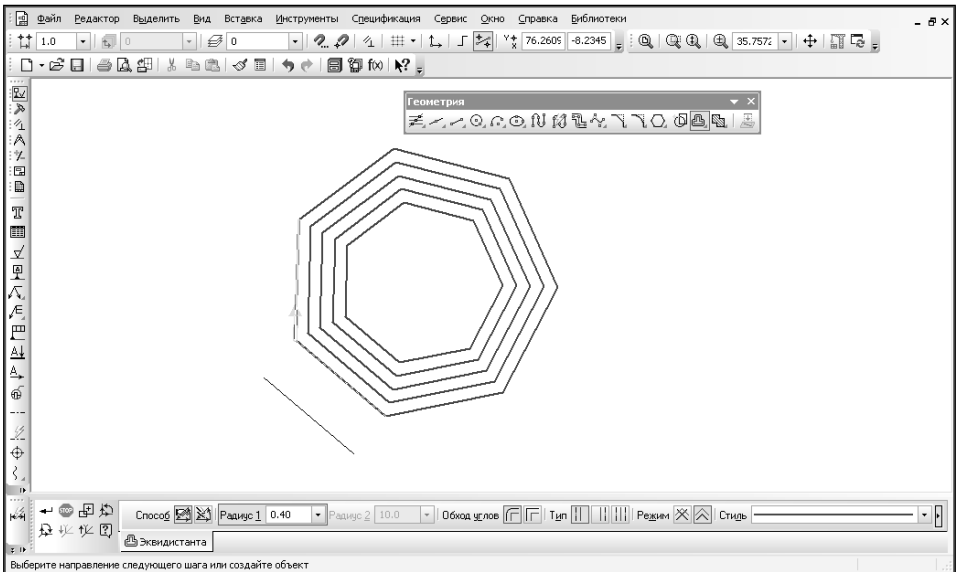

Рис. 10.80. Команда «Эквидистанта по стрелке»
- Кнопка **Эквидистанта по стрелке**  предназначена для создания равноудаленного смещения (офсета) контура объекта с помощью инструментов расширенного выбора контура объекта (рис. 10.80). Для отделения и разбиения эквидистанты на отдельные элементы необходимо воспользоваться командой меню **Редактор → Разрушить**. После этого образовавшиеся отдельные элементы можно перемещать или удалять.